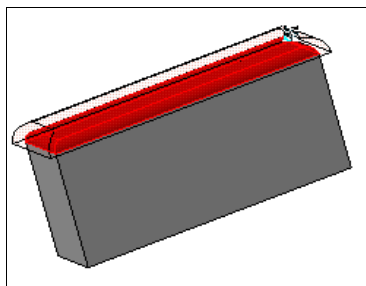
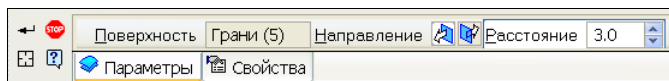

Рис. 30.27. Фантом эквидистанты цепочки поверхностей
Рис. 30.28. Панель свойств: Эквидистанта поверхности
- ◆ вызовите команду **Эквидистанта поверхности**  и укажите торцевую поверхность и цепочку поверхностей для создания эквидистанты. В окне модели появится фантом поверхности (рис. 30.27). На Панели свойств: Эквидистанта поверхности (рис. 30.28):
- в окне **Поверхность** укажите наименование и их количество: **Грани (5)**;